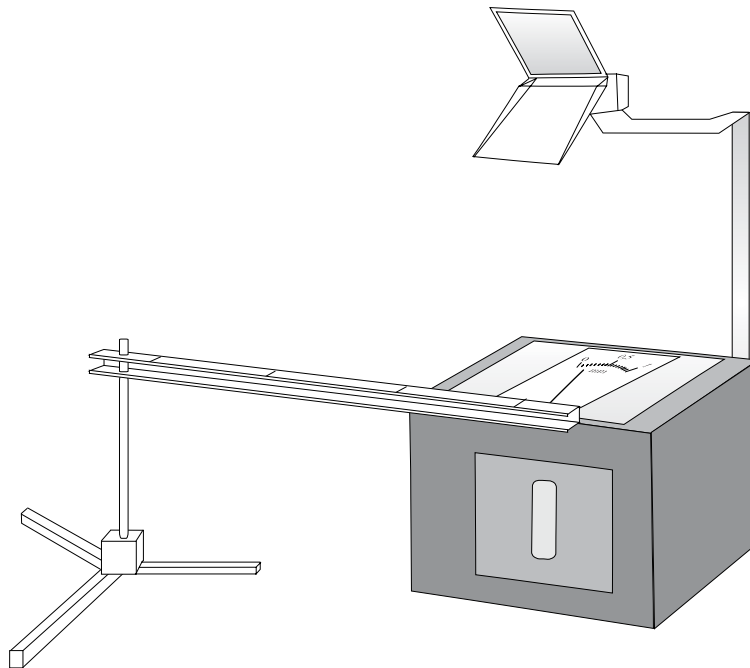

Abbildung 2
- ① Festlager mit Schraube zum Fixieren des Rohres und Befestigungsschraube
- ② Schraube für Stativstange (siehe Abb. 2)
- ③ Grundleiste
- ④ Federklemme zur Arretierung der Schläuche
- ⑤ Führungslager mit Zahntrieb für Zeiger
- ⑥ Proberohre
- ⑦ Zeiger
- ⑧ Skala
schließlich drei Rohrproben: Stahl, Messing und Glas. Geeignet zur Projektion auf einem Tageslichtprojektor (siehe Abb. 2).